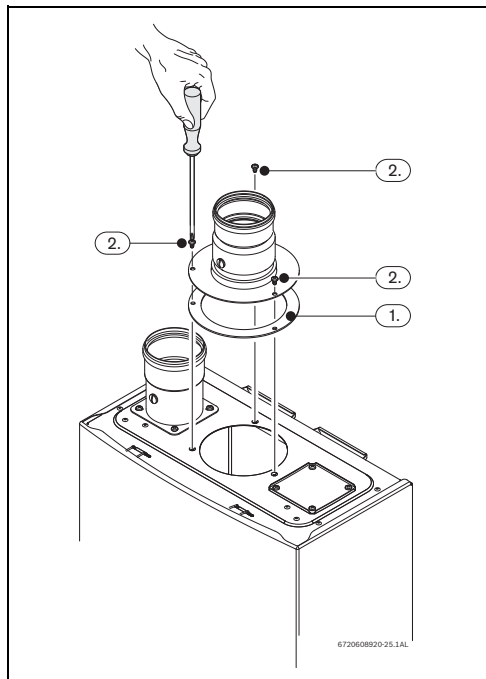

Fig. 28
- Colocar el sello entre el aparato y el accesorio, consultar la Fig. 28 , pos. 1.
- Apretar los 3 tornillos del accesorio de evacuación, consultar la Fig. 28 , pos. 2.